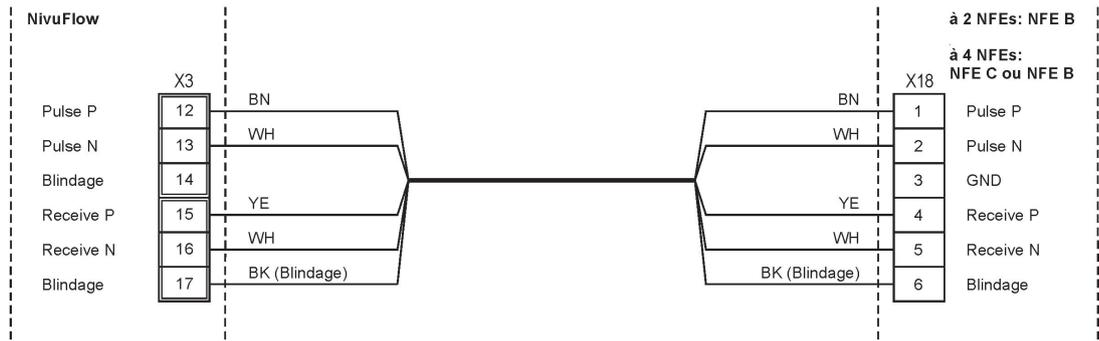

Fig. 18-11 Connexion transmission signal NivuFlow – aux NFE
- Les fils du signal du NFE B (avec deux NFE) selon Fig. 18-11 à la connexion X3 (bornes 12...17) du transmetteur